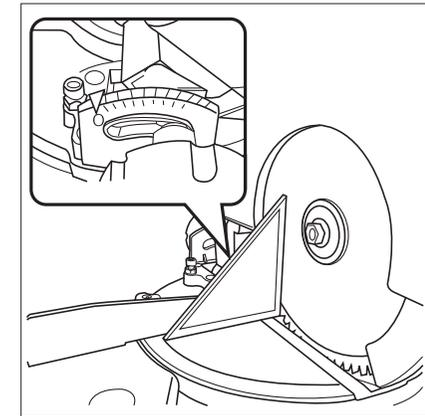

図23
- ①ターンテーブルとノコ刃が直角になったときに、アームの▼部が角度目盛0度に合っているかを確認してください。(図23参照)